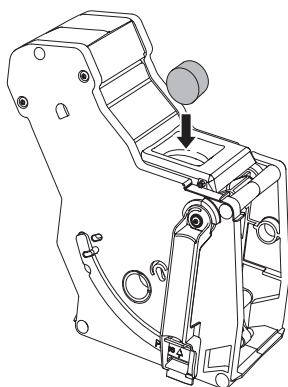

Abb. 17: Reinigungstablette in die Brühgruppe legen.
7. Stellen Sie den Kaffeesatzbehälter unter den Auslauf. 8. Entnehmen Sie die Brühgruppe, Schalten Sie das Gerät dabei nicht aus. 9. Legen Sie eine Reinigungstablette in die Brühgruppe (siehe Abb. 17). Setzen Sie die Brühgruppe in das Gerät ein.